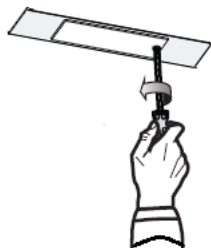

Fig.1
2. Con la ayuda de un destornillador, remover el tornillo que sujata el protector de lámpara, como se muestra en la fig. 1.